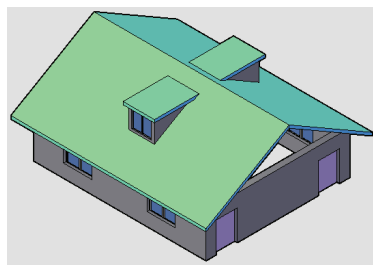

图 7-103 三维效果
5) 将视图转换成“西南等轴测视图”，显示样式设置为“概念”，查看加老虎窗的三维效果，结果如图 7-103 所示。